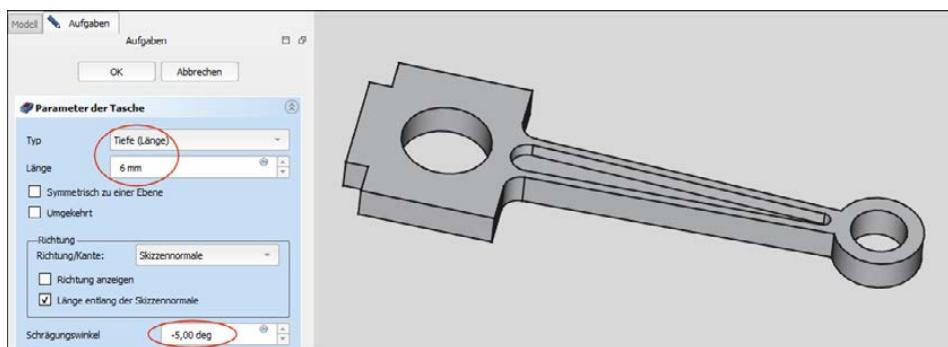

Abbildung 5.21: Aushöhlen einer Vertiefung
3. Die Parameter sind die gleichen wie bei dem Werkzeug *Aufpolsterung* im Abschnitt 5.1.1. Tragen Sie die Werte wie in Abbildung 5.21 im Register *Aufgaben* ein, *Länge* 5 mm und *Schrägungswinkel* -5°, und klicken Sie auf *OK*. Die Vertiefung ist fertig.